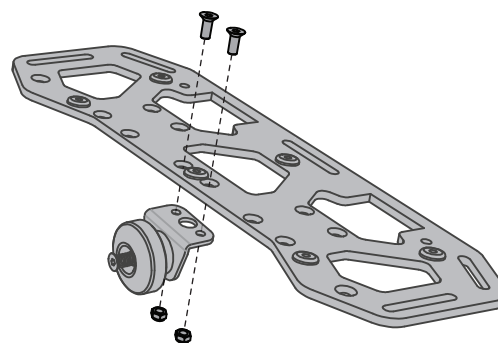

図 9. クイックリリース ノブの取り付け
- 図 9 のように、2 本の 16 mm 留め金具と 2 個のナイロック ナットを使って、1 つのクイック リリース ノブをそれぞれの荷物ラックに取り付けます。留め金具を **6.0 N-m (4.4 ft-lbf)** のトルクで締め付けます。